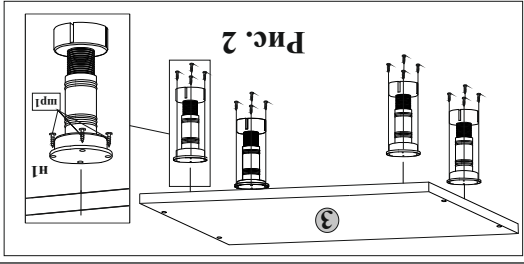

Рис. 2
5.2. Прикрепить опоры n1 к нижнему штыю 3 при помощи шурупов mp1 и крестообразной отвертки (рис.2).